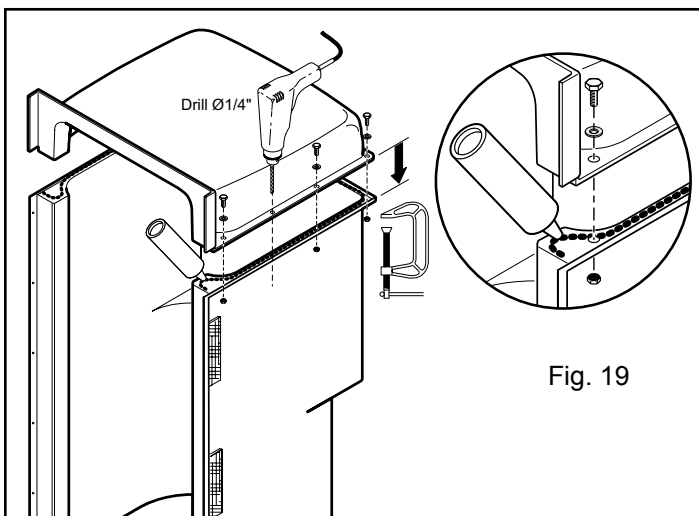

Fig. 19
- C- Drill 1/4" through the flange of the cap and the top flange of the unit. (see Fig. 19)
- D- Apply a silicone joint around flange of shower or tub/shower (see Fig. 19).
- C- Percer des trous de 1/4 po à travers le rebord de la capsule et le rebord supérieur de l'unité. (Voir Fig. 19).
- D- Appliquer un joint de silicone tout autour de la lèvre de la douche ou de la baignoire/douche (Fig. 19).
- D- Aplique un sello de silicona alrededor del reborde de la ducha o de la bañera/ducha (Fig. 19).